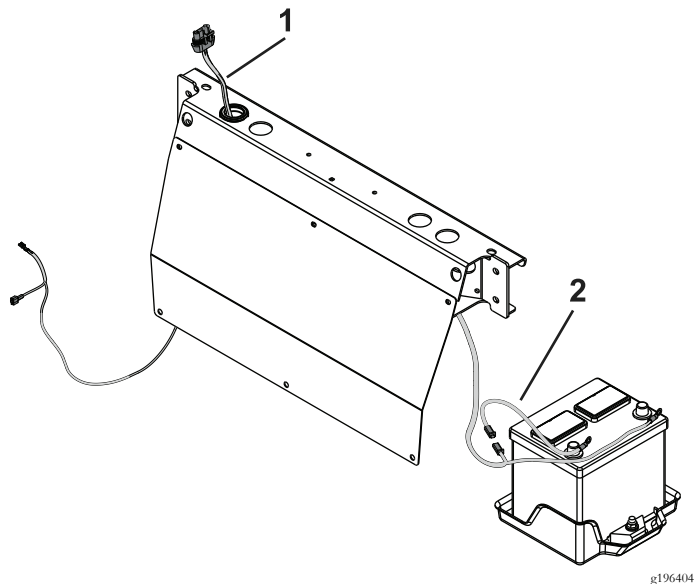

図 41
1. ワイヤハーネスを 図 41 のように配置する。
2. ワイヤハーネスにヒューズ付きリンクを接続する 図 41。